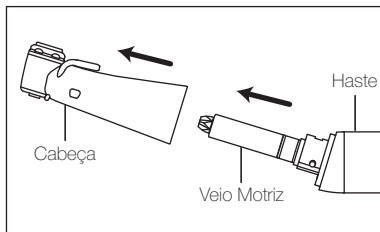

Fig. 7
- 4) Retire a cabeça da haste (Fig. 7).
- 5) Retire o veio motriz da haste (Fig. 7).